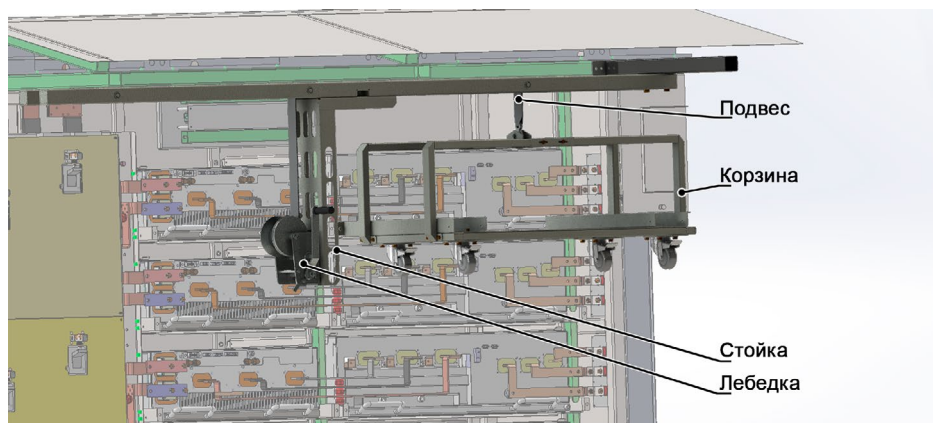

Рисунок 12.1 — Грузоподъемное приспособление для транспортировки ячеек
6. Установить грузоподъемное приспособление согласно рис. 12.1.